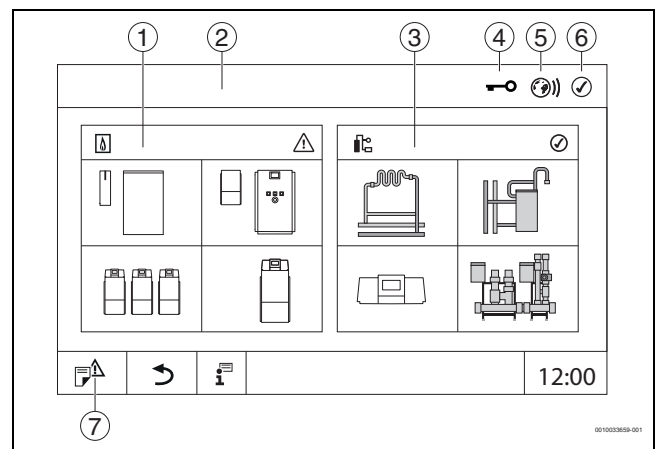

Bild 10 Systemübersicht (Beispiel)
- ▶ **Anlage** antippen (→ Bild 10, [3], Seite 12). Die Anlagenübersicht mit den angeschlossenen Funktionen und Regelgeräten (Slave-Regelgerät (Subsystem)) öffnet sich.